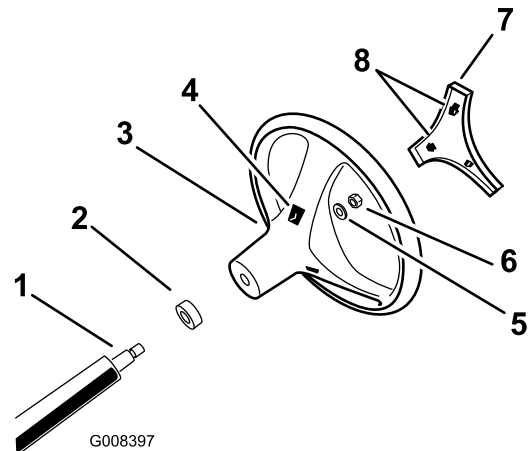

Figura 3
- Fije el volante a la columna con la tuerca (Figura 3). Apriete la tuerca a 24-30 Nm.